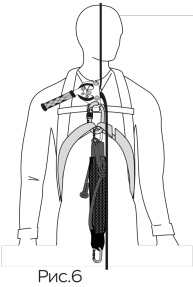

Рис.6
- Присоедините карабин спускового механизма Десантера к переднему элементу крепления страховочной привязи (рис. 6).